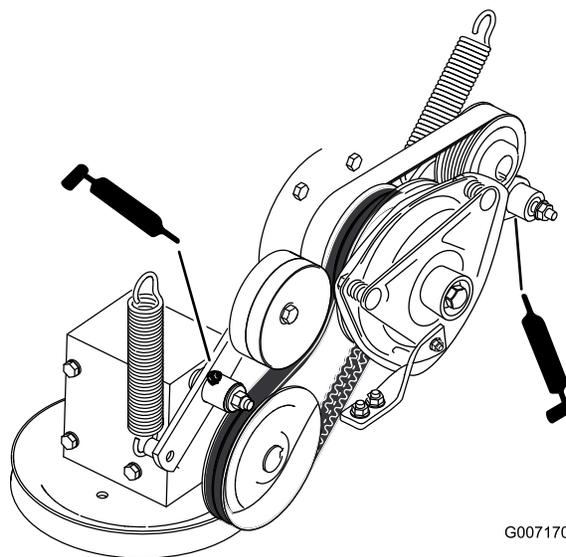

Figura 36
7. Ingrassate il braccio di rinvio della cinghia di trasmissione della PDF (Figura 36).
8. Ingrassate il braccio di rinvio della cinghia della pompa (Figura 36).